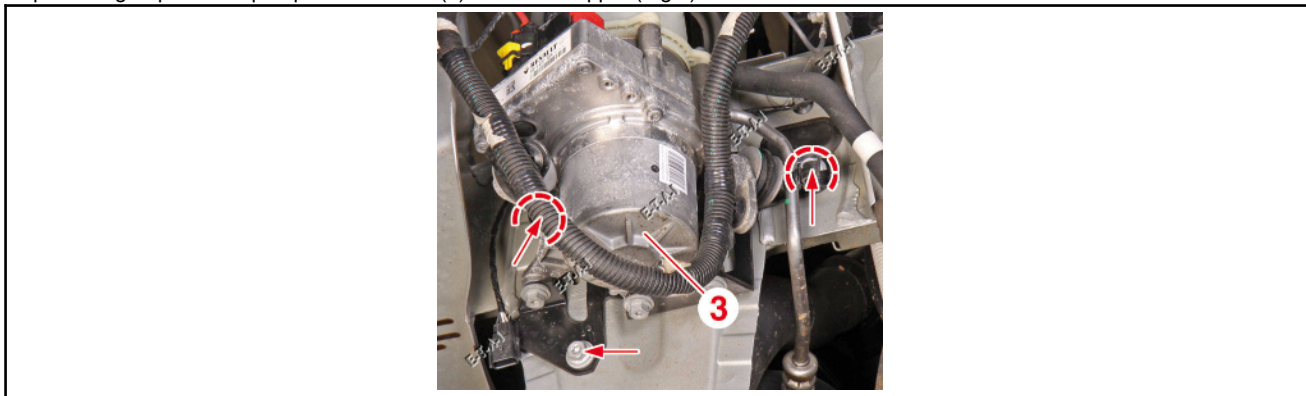

Fig.2
- Déposer le groupe électropompe de direction (3) avec son support(Fig.2).